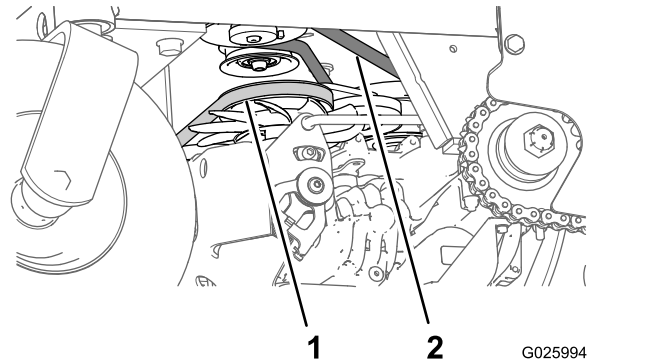

Figure 49
3. Contrôlez l'état et la tension de la courroie d'entraînement de la pompe auxiliaire (Figure 49).
4. Contrôlez l'état de la courroie d'entraînement de transmission (Figure 49).